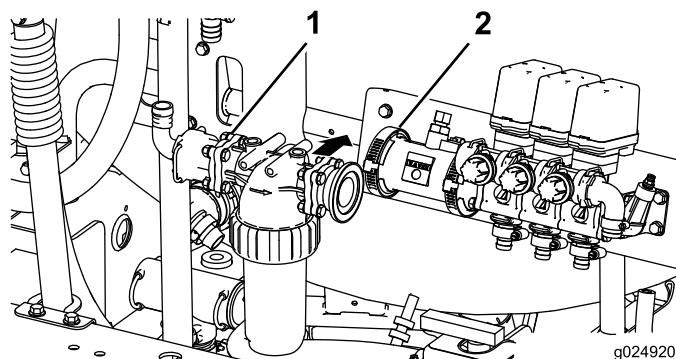

Figura 23
- Rimuovete il serratubo esistente, il raccordo e i flessibili sul serratubo stesso (Figura 23).
- Montate il gruppo filtro di pressione sulla macchina (Figura 23).